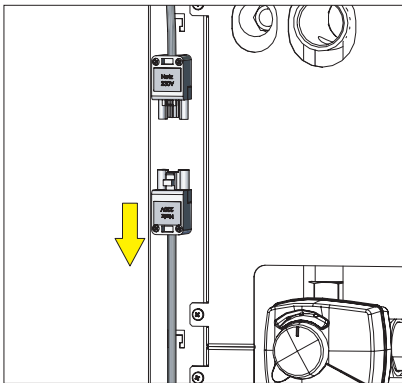

Fig. 61 Netzstecker abstecken
- ▶ Vor Reinigung des Gebläsekastens und Gebläserades Kessel spannungslos machen! Netzstecker hinten abziehen – Fig. 61.